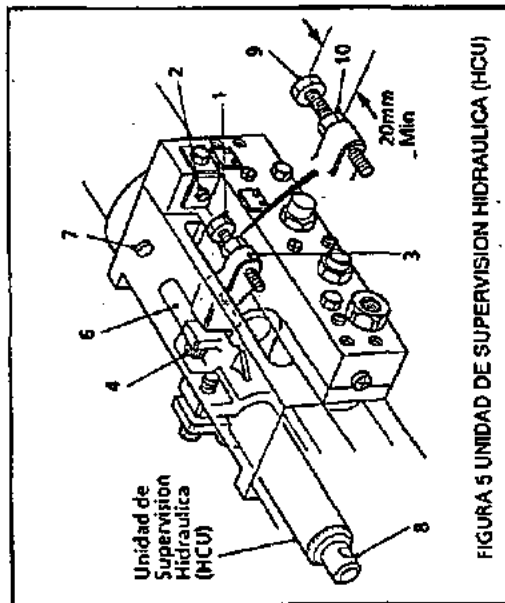

FIGURA 5 UNIDAD DE SUPERVISION HIDRAULICA (HCU)
**PREPARACION DE LA OPERACION DE TALADRO (Ver la figura 5)**
Usar (9) en la figura 5 para regular definitivamente la profundidad. Inmovilizar usando (10) en la figura 5.
El final del macho de roscar DEBE estar por lo menos a 14mm sobre el bloque de prueba, para permitir el recorrido de engrane inversor del cabezal roscador. Ajustar la separación entre (2) y (3) de la figura 5, para igualar la profundidad de roscado ADEMÁS de la distancia del macho sobre la pieza.